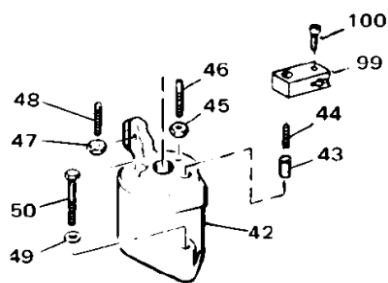

图 3-3. 速度设置汽缸分解图
4. 先放置速度设置活塞固定螺钉（48，图 3-3），使其伸出速度设置汽缸顶部 1/2 英寸。
保证最大速度限制阀调节螺钉 (44，图 3-3) 在速度设置活塞杆处不接触和过早脱离速度设置汽缸顶部的限流止回阀 (43)。
8. 将控制气压调至最大值。使原动机速度稳定。顺时针旋转限制阀调节螺钉（44，图 3-3），直到原动机的转速刚开始降低，然后回转 1/4 到 1/2 圈，再锁定到位。这将防止或限制原动机意外超速（如果速度设置活塞由于任何原因超过其高速位置）。
10. 顺时针旋转活塞固定螺钉（48，图 3-3），直到它刚接触速度设置活塞的顶部，然后回转整三圈（3/32 英寸/2.4 毫米），再锁定到位。